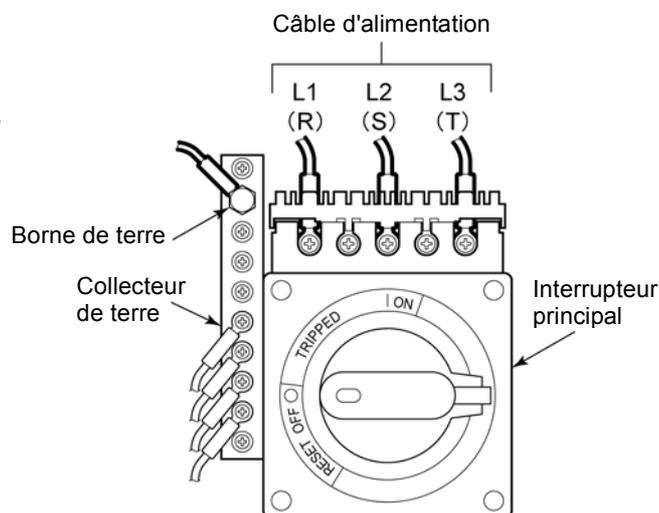

Figure 3-10 Raccordement du câble d'alimentation et de la borne de terre
- Fixer la section de raccordement à l'aide d'une clé à griffe et serrer au couple approprié. Voir Figure 3-10 page 3-13.